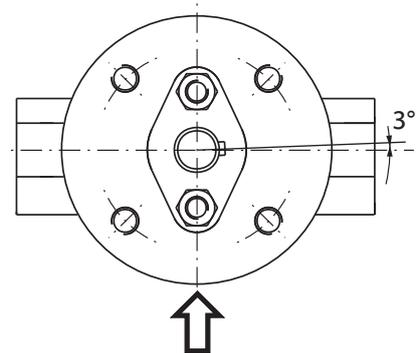

Fig. 5-10 Angolo della fessura
Per garantire che la valvola in combinazione con un attuatore senza extracorsa raggiunga la posizione di chiusura (→ Fig. 5-10), la fessura della chiavetta viene ruotata rispetto alla linea centrale di ca. 3°.
6. Collegare l'estremità dell'albero della valvola a farfalla all'attuatore utilizzando l'anello di serraggio (→ Fig. 5-10/4). Assemblare l'anello di serraggio in modo che i riferimenti di colore giallo indichino la posizione della farfalla. Quando la valvola è chiusa, i riferimenti devono presentare uno scostamento di 90° rispetto alla direzione del flusso.